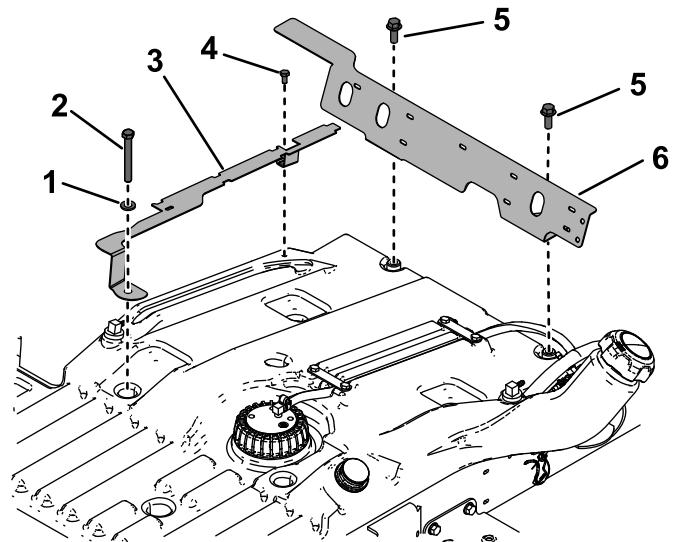

Figura 5
2. Instale provisionalmente el protector térmico usando los 2 pernos de 3/8" x 1" que retiró anteriormente (Figura 5).
1. Retire los 2 pernos del protector térmico, y retire el perno delantero y la arandela del soporte del tubo de combustible (Figura 5).
2. Apriete el perno trasero ($\frac{1}{4}$ " x $\frac{1}{2}$ ") del soporte del tubo de combustible (Figura 5) a 10.17 – 12.43 N·m (90 – 110 pulgadas-libra).